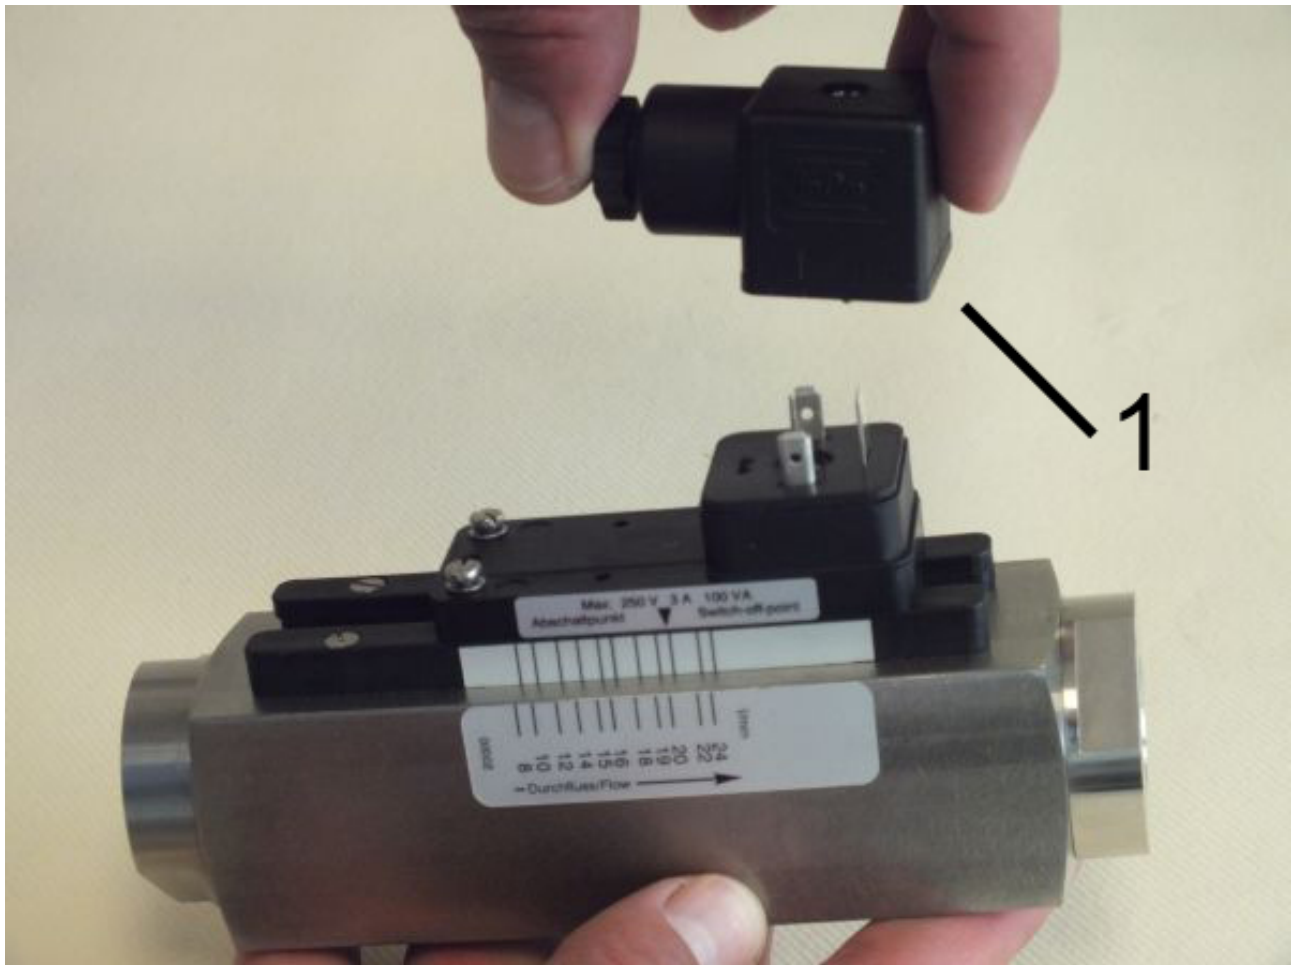

Abb. 79: Steckerdose abziehen
2. ➤ Steckerdose mit dazugehöriger Dichtung (Abb. 79/1) nach oben abziehen